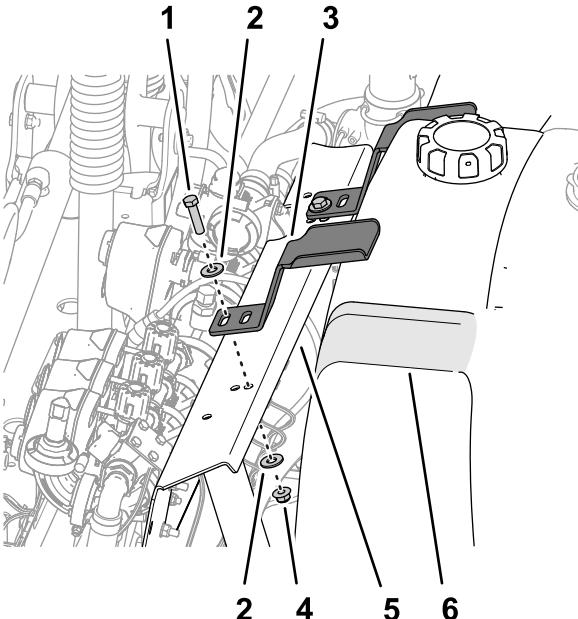

Figura 14
- Alinee la pletina de sujeción con el hueco de la parte superior del depósito de enjuague (Figura 14).
- Alinee la ranura de la pletina de sujeción con el taladro del panel de montaje de las válvulas (Figura 14).
- Repita los pasos **2** a **4** con la otra pletina de sujeción en el otro hueco del depósito de enjuague (Figura 14).